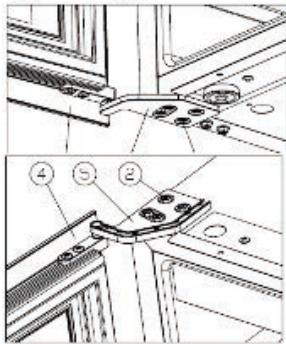

Figure 5
- Installez la charnière supérieure droite ③, et vissez les vis M5\*16 ②.[Figure 5]